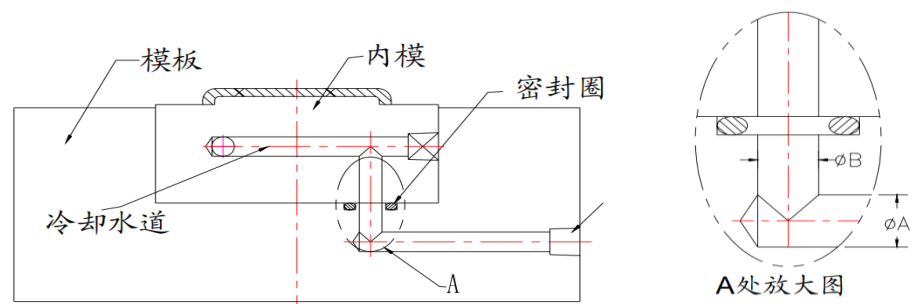

图 8-2 密封圈的安装
- 3) 密封圈：如图 8-2 所示，安装在两零件之间的接触面，防止水_____。其规格一般根据水路直径来选取。例如此处的水路为 $\phi 6$ ，所选密封圈规格为 P9（ $\phi 12.8 \times \phi 9 \times \phi 2.4$ ）。